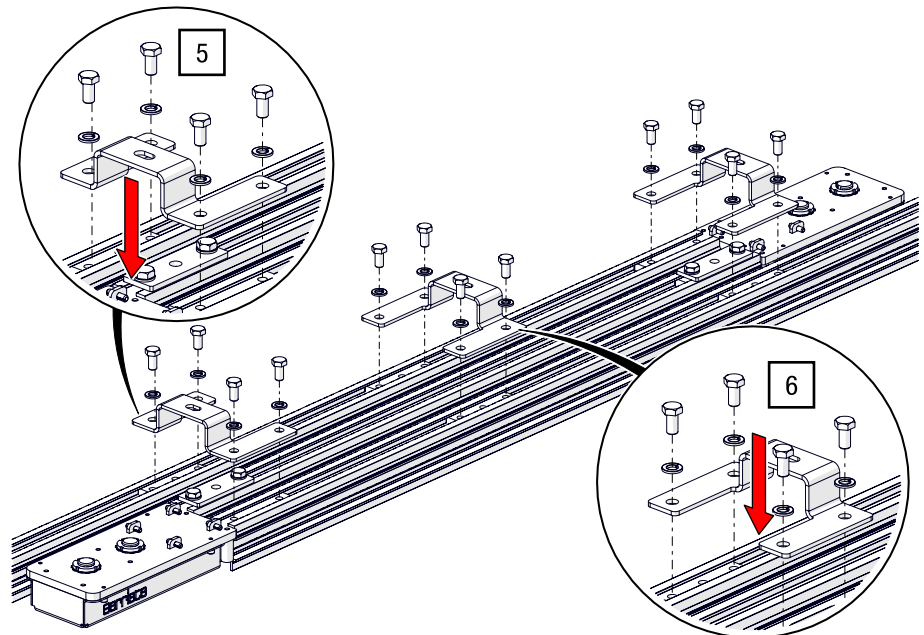

Abb. 62: Überlaufeinheit – Abhängungen montieren und die Umlenkeinheiten mit Schiene verschrauben
5. Verschrauben Sie die Stege und Nutensteine mit den Abhängungsblechen entsprechend Abb. 62 lose mit der Hand.
6. Positionieren Sie die verbleibende Abhängung mittig zwischen den Umlenkeinheiten entsprechend Abb. 62.